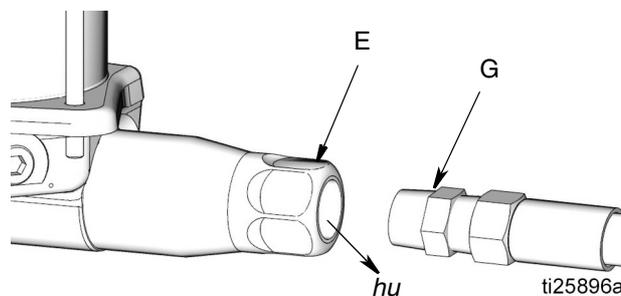

FIG. 8
2. Débrancher la **conduite d'alimentation en lubrifiant (G)** de la **sortie de la pompe (E)** (FIG. 8).
4. Ouvrir la **vanne d'arrêt (V)**.
5. Actionner la pompe sur quelques courses jusqu'à ce que de l'huile (*o*l), exempte d'air, soit expulsée par la **sortie de la pompe (E)** (FIG. 8).